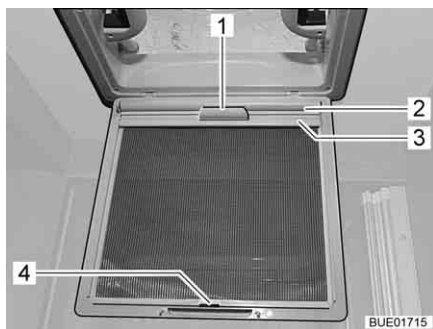

Fig. 122 Persiana oscurecedora enrollable
- Extraer la persiana oscurecedora enrollable (Fig. 122,2) por el tirador (Fig. 122,1) y enganchar el listón de sujeción (Fig. 122,3) en el gancho (Fig. 122,4) en la protección contra insectos.
- Desenganchar el listón de sujeción (Fig. 122,3) del gancho (Fig. 122,4) y regresar la persiana oscurecedora enrollable (Fig. 122,2) lentamente por el tirador (Fig. 122,1).